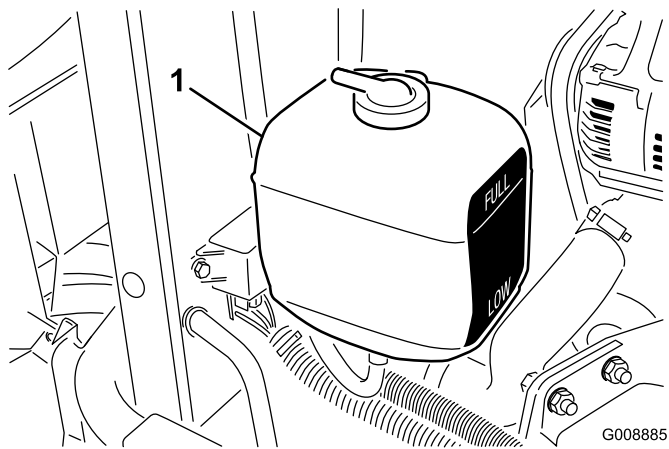

Рисунок 24
1. Проверьте уровень охлаждающей жидкости в расширительном бачке (Рисунок 24). На холодном двигателе уровень охлаждающей жидкости должен быть приблизительно посередине между отметками на боковой стенке бачка.